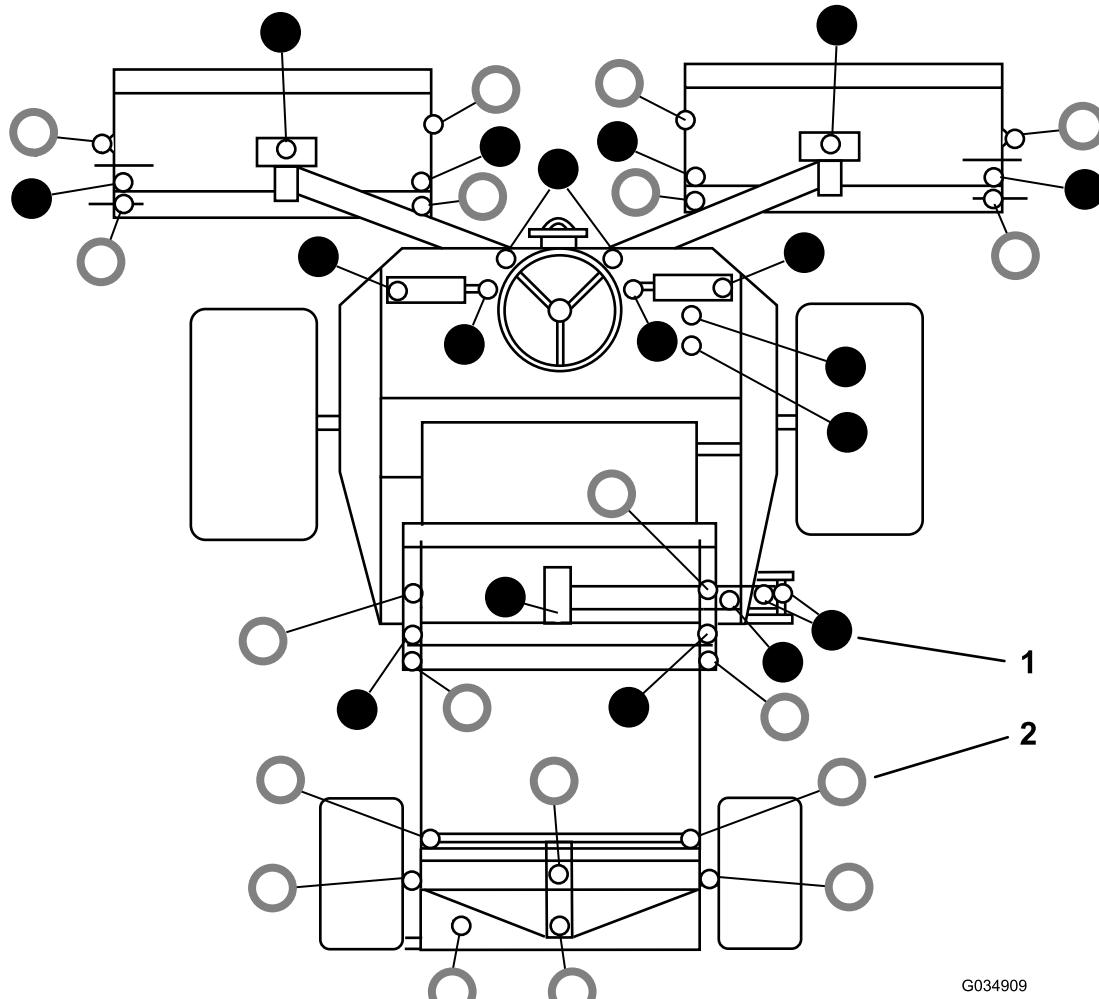

Figura 48
- Fate riferimento a Figura 48 per la posizione dei raccordi di ingassaggio.